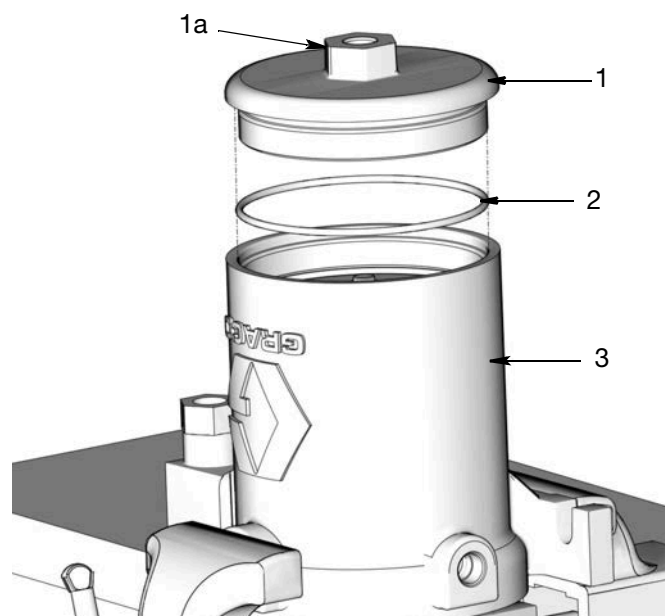

FIG. 35
10. Applicare un sottile strato di grasso sull'O-ring del coperchio (2). Installare l'O-ring sul coperchio (1) (FIG. 35).
11. Installare il coperchio sul fondo del cilindro del motore pneumatico (3). Applicare pressione con le mani per facilitare l'inserimento in posizione del coperchio e comprimere la molla. Utilizzare una chiave sul dado (1a) per girare e serrare saldamente il coperchio, quindi serrare a una coppia di 37,9 - 43,4 N.m (28 - 32 ft. lb) FIG. 35.